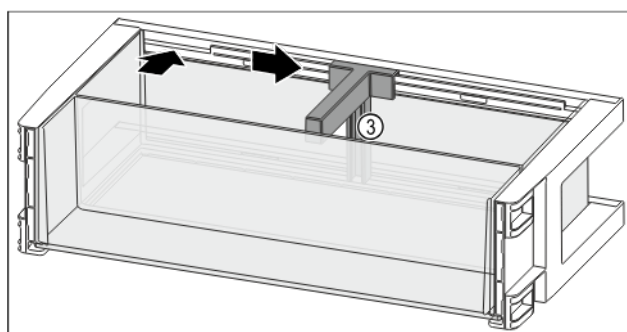

Fig. 136
- Włożyć uchwyt butelek Fig. 136 (3) do zagłębienia.
- Przesunąć uchwyt butelek Fig. 136 (3) na wybraną pozycję na bok.